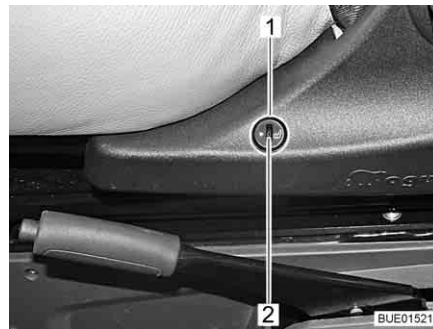

Bild 24 Schalter Sitzheizung
- Untere Hälfte des Schalters (Bild 24,1) an der linken Seite der Sitzkonsole drücken.
- Um geringere Heizleistung einzustellen, Einstellrad (Bild 24,2) in Richtung "0" drehen.
- Um höhere Heizleistung einzustellen, Einstellrad (Bild 24,2) in Richtung "5" drehen.
- Obere Hälfte des Schalters (Bild 24,1) an der linken Seite der Sitzkonsole drücken.